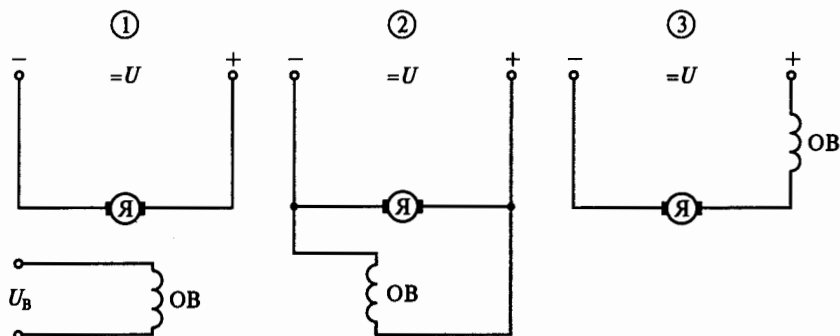

Рис. 237
**10.16.** Какая из трех схем, представленных на рис. 237, принадлежит машине постоянного тока с последовательным возбуждением?
**10.17.** Какая из трех схем, представленных на рис. 237, принадлежит машине постоянного тока с независимым возбуждением?
**10.18.** Какая из трех схем, представленных на рис. 237, принадлежит машине постоянного тока с параллельным возбуждением?